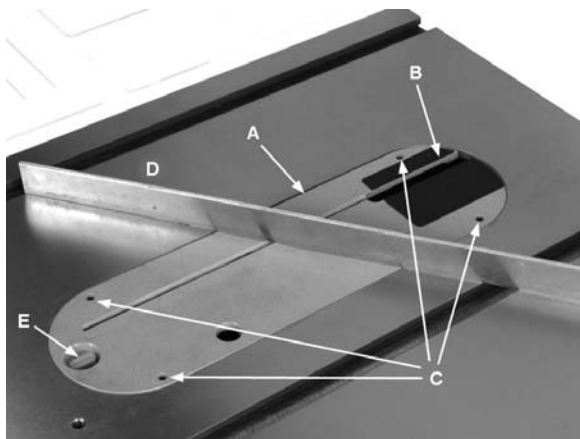

Рис. 18
2. Уберите вставку стола, вращая рукоятку E (см. рис. 18) или поднимите вставку используя отверстие со штифтом.
Показано на рис. 18: